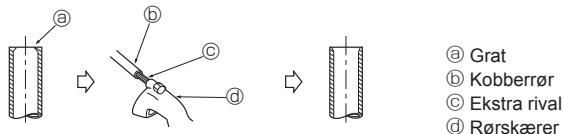

Fig. 4-4
4.2.2. Fjerne af grater (Fig. 4-4)